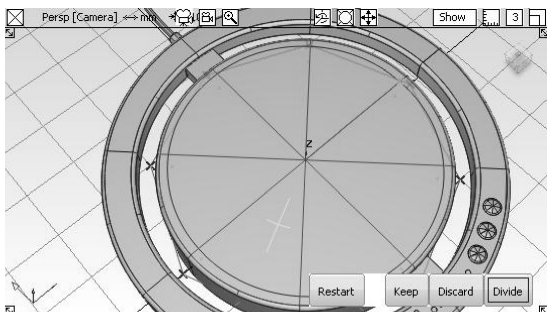

图 5-96 剪切曲面
- 43 选择【Trim】工具，在透视图窗口中单击中间圆柱体上底面，在底面内部单击放置选择器，然后单击视窗右下方的【Divide】按钮，分离曲面，如图 5-96 所示。